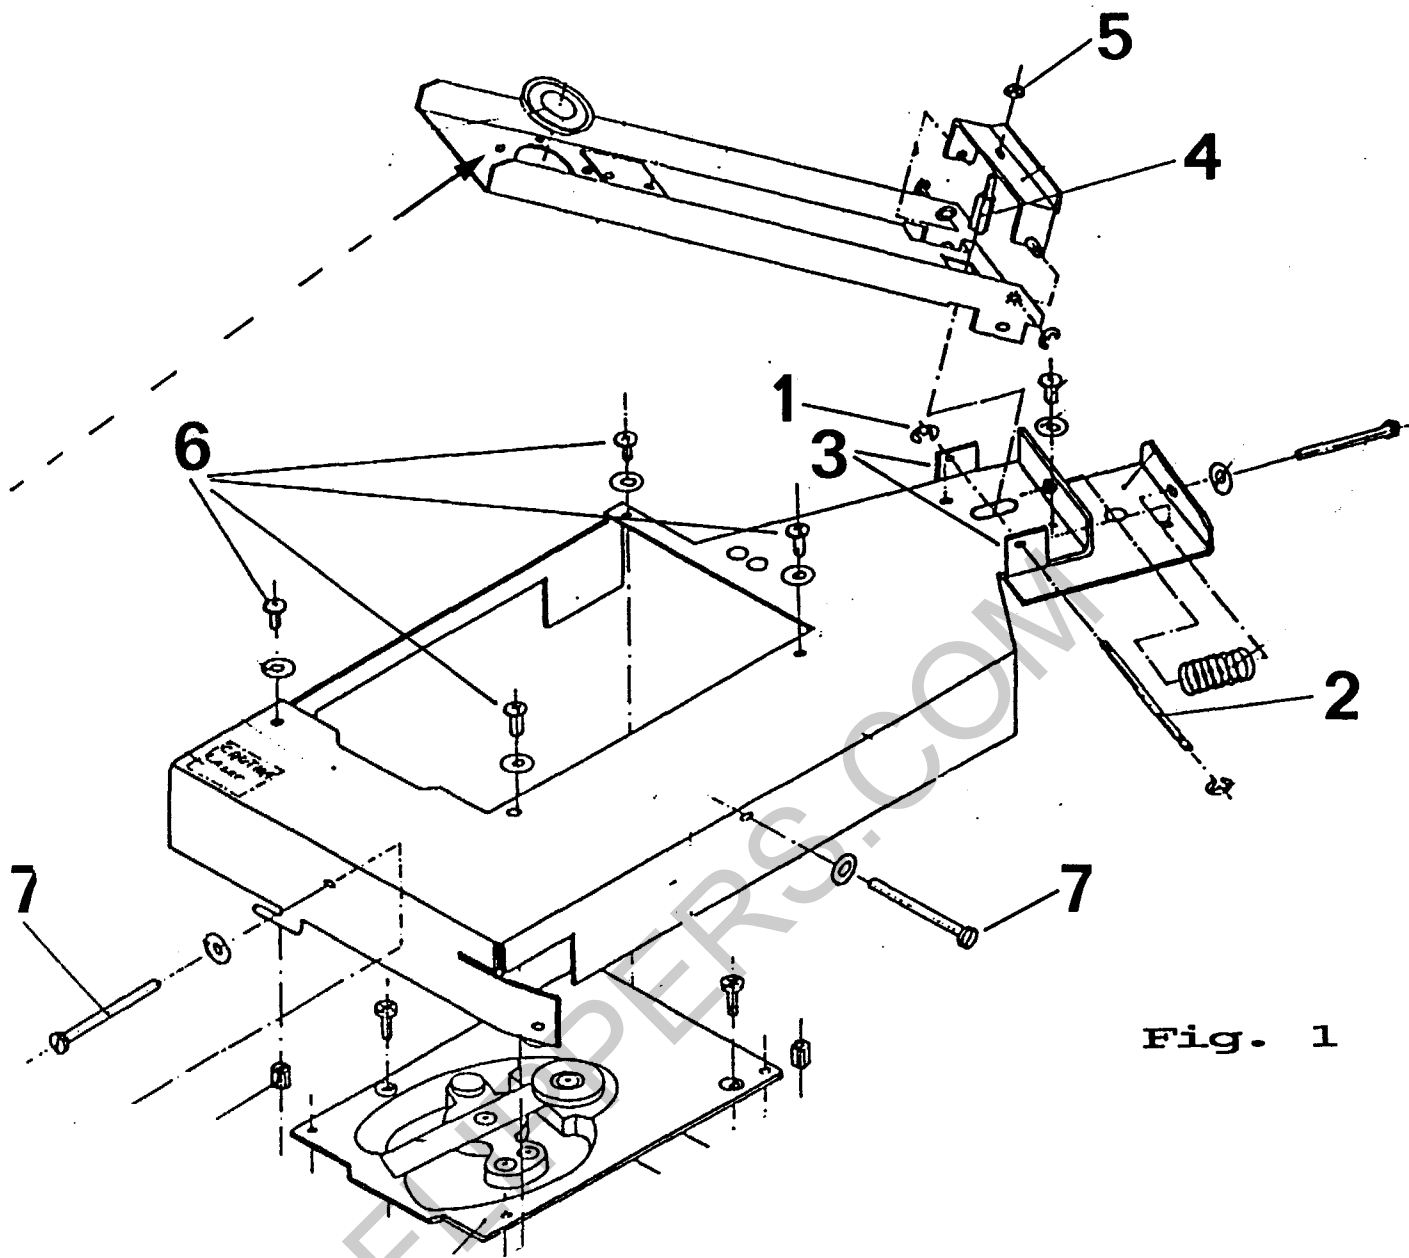
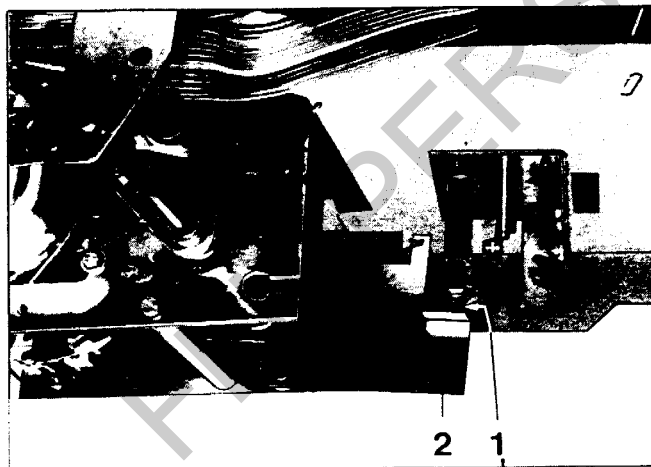

Fig. 1
Fig. 4
1. Sprengring (Fig.1 , Pos.1) entfernen.
2. Achse (Fig.1 , Pos.2) nach außen herausdrücken.
3. Den neuen Andruckarm mit magnetischem Andruckpuck in umgekehrter Reihenfolge wieder einbauen, evtl. müssen die Aufnahmewinkel (Fig.1 , Pos.3) geringfügig nach außen gebogen werden.
- 4 Befestigungsschrauben (Fig.1, Pos.6) lösen.
- mit den 2 Justierschrauben (Fig.1, Pos.7) den CD-Spieler so zentrieren, daß der magnetische Zentrierpuck sich im Zentrum der Bohrungen befindet.
- 4 Schrauben wieder anziehen (Fig.1, Pos.6).
- 0,2 mm Spiel muß zwischen Druckstab (Fig.4, Pos.1) und Übertragungshebel (Fig.4, Pos.2) vorhanden sein (mit Fühlerlehre 0,2 mm messen, dabei Druckstab etwas anheben).
Justage durch Stellschraube (Fig.1, Pos.4) am Ausgleichswinkel des Andruckarms. Vorher Kontermutter (Fig.1, Pos.5) lösen!
Nach der Einstellung kontrollieren, daß der Druckstab nicht in der Führungshülse bei geschlossenem Andruckarm verkantet, evtl. Position der Stellschraube (Fig.1, Pos.4) im Langloch des Ausgleichswinkels verändern.
1. Remove retaining ring (fig.1, pos.1).
2. Pull out shaft (fig.1, pos.2) to r.h. side.
Note: It may be necessary to expand the U-shaped bracket (fig.1, pos.3) because the new lid is fitted with nylon bearings.
- Slacken 4 screws (fig.1, pos.6).
- Adjust with 2 screws (fig.1, pos.7) so that the magnetic pressure disc is in the centre.
- Tighten 4 screws (fig.1, pos.6) again.
6. In play position, shaft (fig.4, pos.1) below chassis must have a clearance of approx. 0,2mm (0,0078 inch) to the lift lever (fig.4, pos.2). Check with gauge of 0,2mm. Adjustment with screw (fig.1, pos.4) on the lift bracket. Before tightening of the lock nut (fig.1, pos.5) in the elongated hole, ensure that the lifting shaft moves freely in the shaft tube.
1. enlever l'anneau ressort (fig.1, pos.1).
2. retirer l'axe (fig.1, pos. 2) vers l'extérieur.
3. monter le nouveau bras avec pression magnétique dans l'ordre inverse que précédemment, éventuellement écarter un peu vers l'extérieur le support en U (fig.1, pos.3) car le nouveau bras a un palier en nylon.
- dévisser les 4 vis de fixation (fig.1, pos.6).
- avec les 2 vis de réglage (fig.1, pos.7), centrer le lecteur de manière à le disque de pression magnétique se trouve bien au centre des 4 trous.
- revisser les 4 vis de fixation (fig.1, pos.6).
6. en position jeu, l'axe (fig.4, pos. 1) en dessous du chassie, doit avoir un jeu de 0,2 mm avec le levier (fig.4, pos.2). Vérifier avec la jauge de 0,2 mm. Réglage par l'écrou (fig.1, pos.4) sur le support de gauche. Ne pas oublier auparavant de dévisser le contre écrou (fig.1, pos.5).